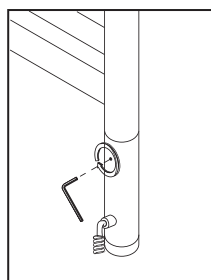

Рис.5
- 4.7. Зафиксируйте корпус стопорным винтом (рис. 5).